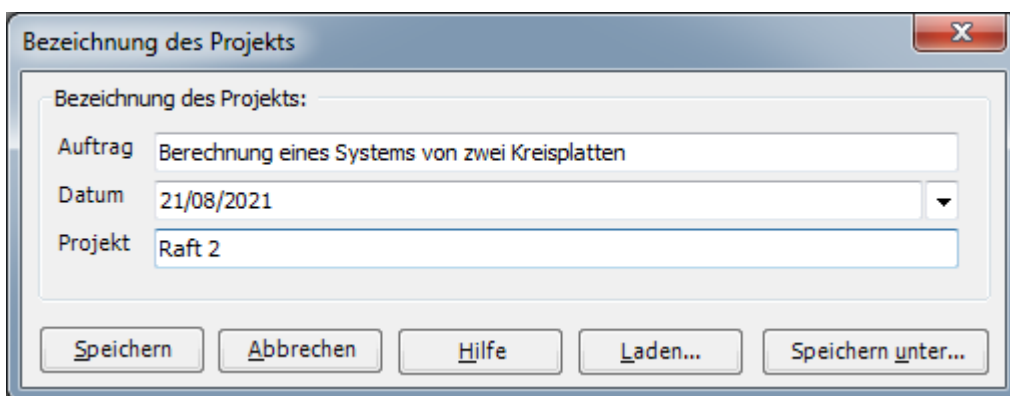

Bild 3.28 Dialogfeld "Bezeichnung des Projekts"
- Wählen Sie "Bezeichnung des Projekts" aus der Registerkarte "Daten". Das Dialogfeld im Bild 3.28 erscheint